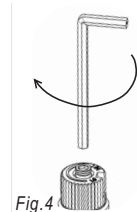

Fig. 4
- 13) Utilisez la clé Allen comme indiqué dans la Fig. 4, tournez la vis dans le sens de l'aiguille d'une montre jusqu'à ce la vis soit bien serrée. Ne pas serrez trop fort.